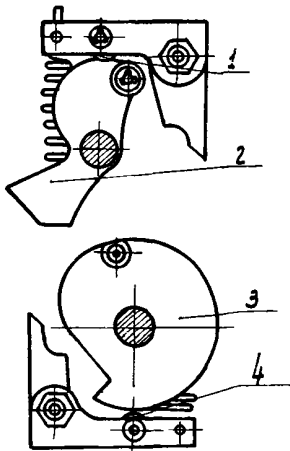

Рис.33. Установка роликов запорных устройств на наибольших радиусах профилей рычагов вала привода:
28.1. Отрегулировать тягами 29 и 26 зазор между рабочими кромками защелок 31 и 28 и собачками 32 и 30 (см.рис.13) при положении роликов запорных устройств на наибольших радиусах профилей рычагов вала привода и вала выключателя (рис.33).